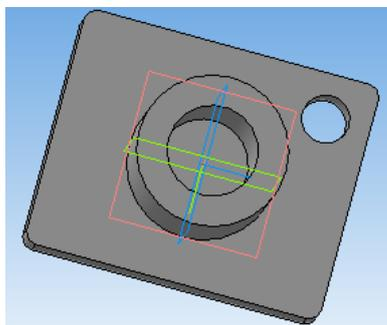

Рис. 7
16. Примените операцию Вырезать выдавливанием . Задайте необходимое расстояние выдавливания - 20 мм. При необходимости, изменить направление выдавливания . (рис. 7)